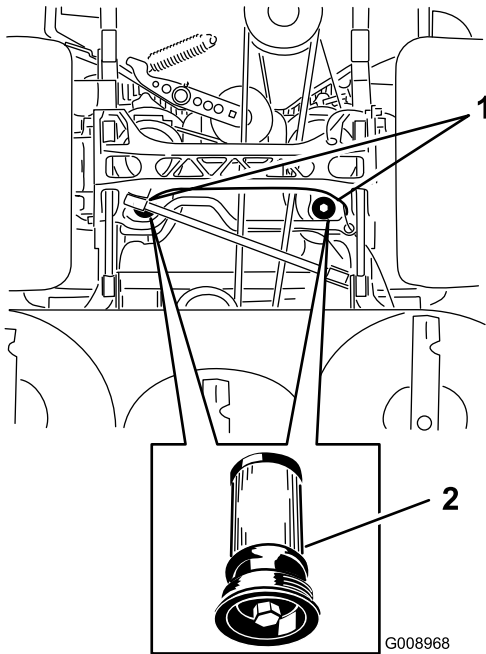

Figura 93
5. Coloque un recipiente debajo del filtro, retire el filtro usado y limpie la superficie (Figura 93).
6. Aplique una capa fina de fluido hidráulico a la junta de goma del filtro nuevo (Figura 93).